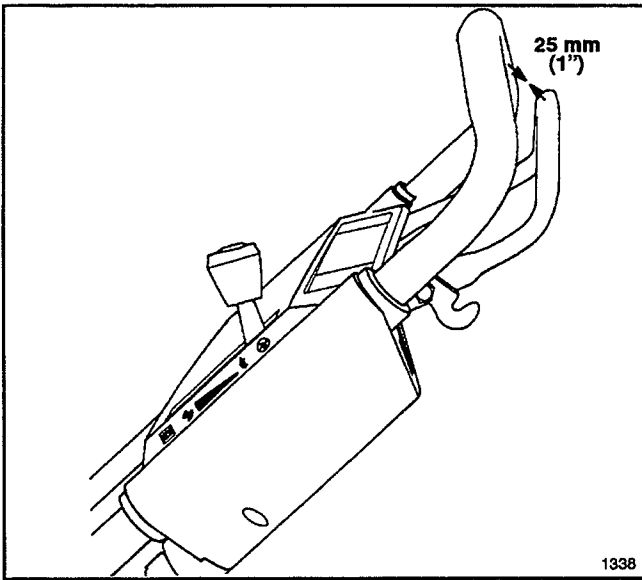

Figure 24
3. Pour contrôler le réglage de la traction, serrer lentement la barre de commande vers le mancheron. Le réglage est correct si l'on sent une résistance lorsque la barre de commande est à environ 25 mm (1") du mancheron (Fig. 24).